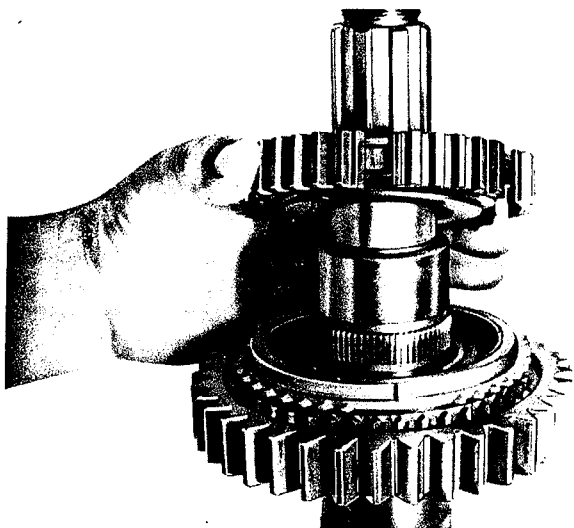

Fig. 25
3. Engager le jonc d'arrêt (426) dans la rainure du synchroniseur de la 1ère vitesse et de la marche arrière (424) et le positionner de manière que la goupille fendue (425) puisse être introduite dans l'alésage prévu à cet effet.
4. Chauffer le synchroniseur (424) à 80 °C environ et l'emmancher sur la cannelure de l'arbre comme illustré sur la fig. 25. Le logement du jonc d'arrêt (426) doit être orienté vers le haut.